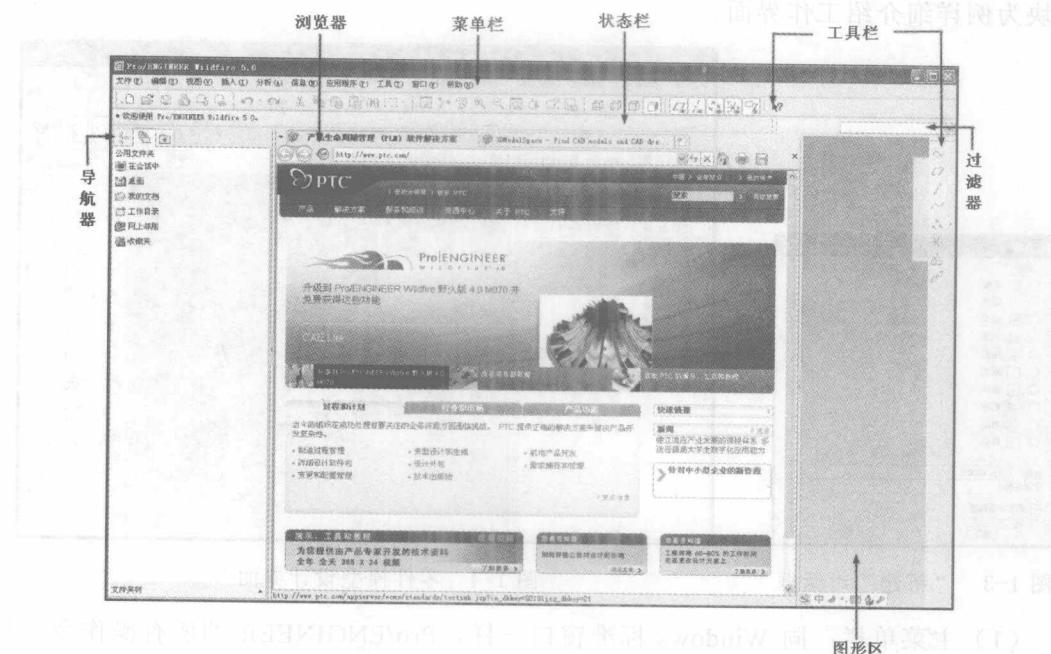

图 1-2 Pro/ENGINEER Wildfire 5.0 初始工作界面
安装好 Pro/ENGINEER Wildfire 5.0 后，双击 Windows 桌面的“Pro/ENGINEER”快捷按钮，或依次选取“开始”→“程序”→“PTC”→“Pro/ENGINEER”→“Pro/ENGINEER”命令，即可打开 Pro/ENGINEER Wildfire 5.0 系统，进入如图 1-2 所示的初始工作界面。
(3) 浏览器选项卡：位于 Pro/ENGINEER 窗口左侧，单击其右侧边框的条形按钮可以隐藏浏览器选项卡。浏览器选项卡包括“模型树”，“文件夹浏览器”，“收藏夹”3个属性页。如图 1-2 所示，浏览器选项卡上的各属性页可通过浏览器选项卡上的 按钮进行切换，各属性页的功能如下：